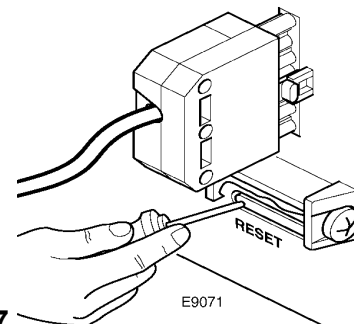

Рис. 17
- Запустить горелку: для чего необходимо отодвинуть назад блок управления, на который в этот момент должно подаваться электропитание, и нажать специальным инструментом на язычок RESET (сброс) (смотри рисунок 17).